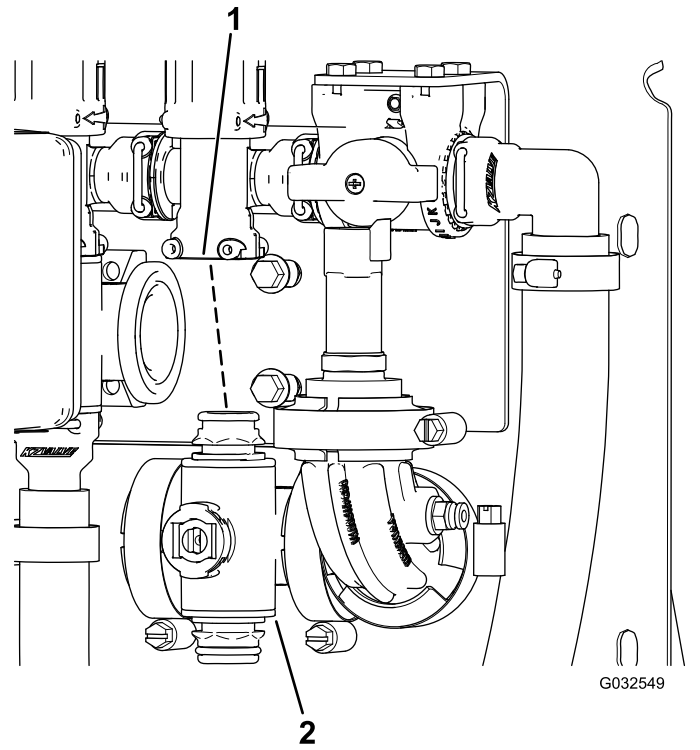

図 106
3. 機体から個別ブームマニホールドを取り外す 図 106。